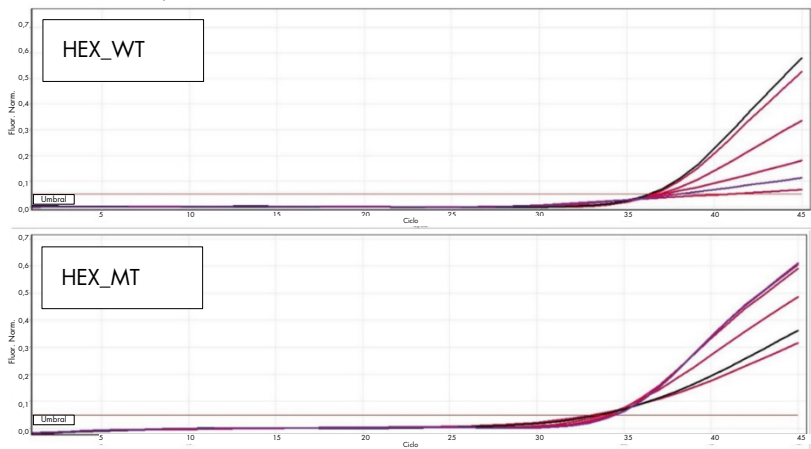

Figura 17. Curvas HEX de control interno.
**Nota:** Las curvas de los objetivos HEX de control interno no muestran formas sigmoideas típicas (como en el ejemplo de curvas en la Figura 17) y deben considerarse como curvas válidas. Tenga en cuenta que el software verifica de forma automática todos los otros criterios de validez de control interno (p. ej., umbrales de  $C_T$ ).